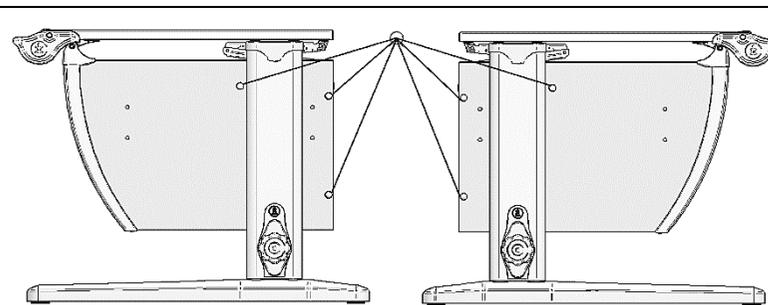

Рис. 31
5.7.1 Установить заглушки конфирмат (поз. 5, пакет № 29а; поз.3, пакет №31В) согласно рис. 31; 32.